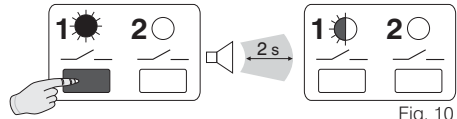

Fig. 10
- Maintenir la **touche 1** enfoncée jusqu'à l'émission d'un seul signal sonore; puis la relâcher: la **LED 1** clignote (fig. 10). Le nouveau transmetteur est accouplé au récepteur.